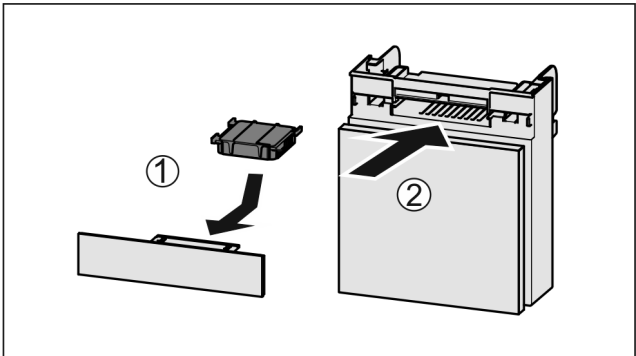

Fig. 172
- 按图装入 Fig. 172 (1) 活性炭过滤器。
- 推入 Fig. 172 (2) 抽屉。